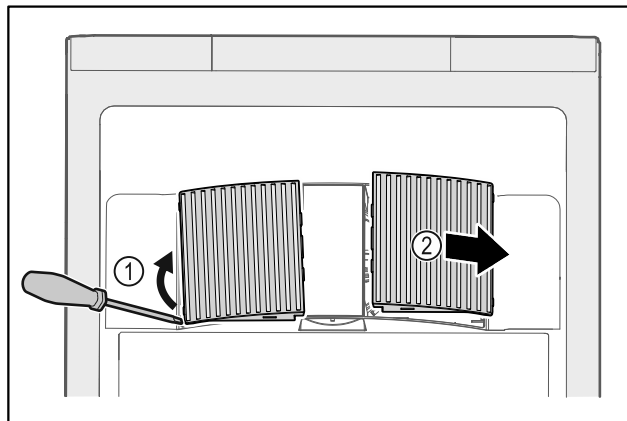

Fig. 171
- ▶ Z boku opatrně vytáhněte ventilátorové kryty Fig. 171 (1) a sejměte je směrem dopředu Fig. 171 (2).